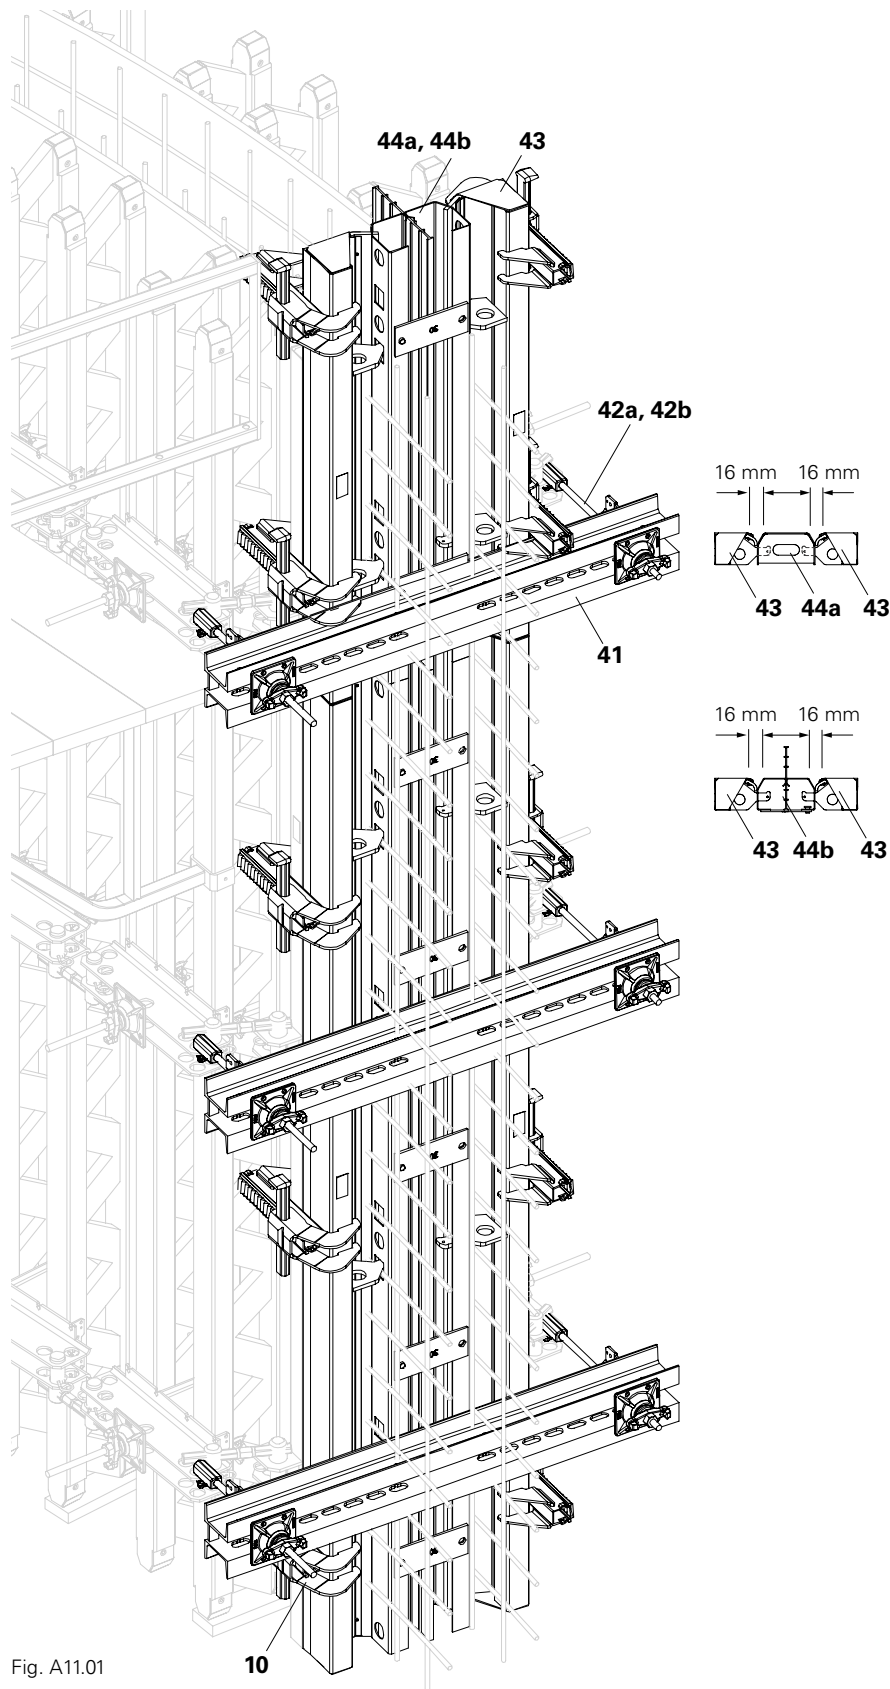

Fig. A11.01
1. Posizionare il primo paramento di cassaforma e fissarvi il componente laterale AT (43) con la morsa BFD (10).
5. Montare corrente in acciaio (41) e tirante a gancio (42a + 42b). (Fig. A11.01)
Il labbro in gomma permette un diametro dell'armatura massimo di ca. 16 mm. (Fig. A11.01)